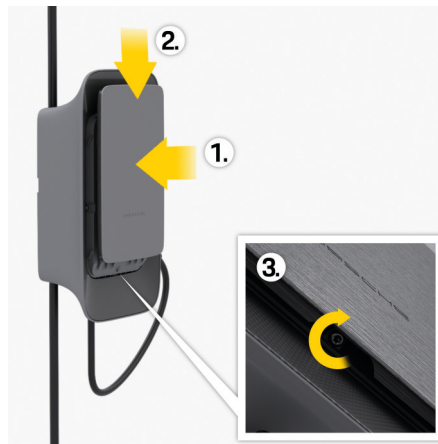

Fig. 58: Fixação da frente do design
1. Desaperte o parafuso na extremidade inferior da frente do design 3 ▶ (Fig. 58).